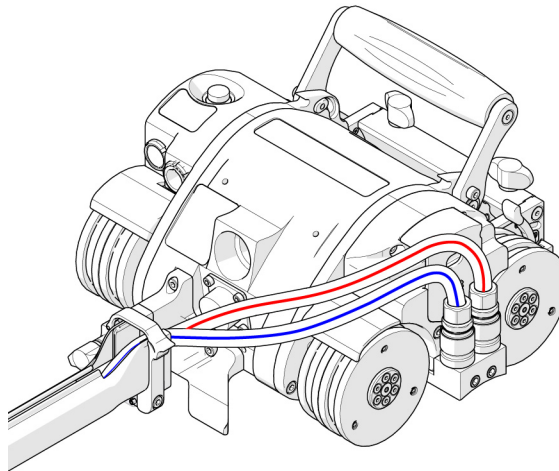

**Figure 2-20 Raccord rapide**
Appuyez sur le raccord de tuyau pour l'enclencher sur le raccord rapide (voir la Figure 2-20 à la page 61)
1. Appuyez sur les raccords de tuyau pour les enclencher sur les raccords rapides du robot d'inspection (voir la Figure 2-20 à la page 61).